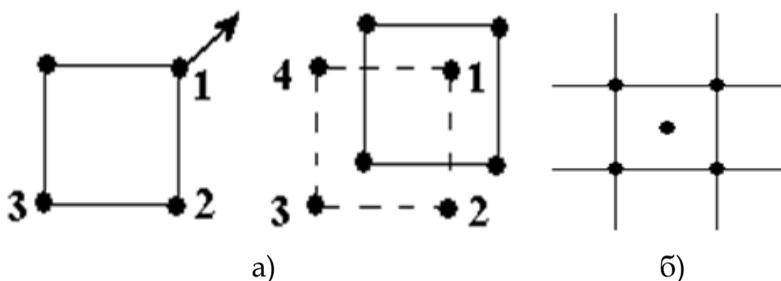

Рис. 29. Определение числа атомов в ячейке:
Например: 1) найти число атомов в простой плоской квадратной ячейке методом сдвига (рис. 29а). Если ячейку сдвинуть по диагонали в направлении стрелки, то атом 1 войдет в ячейку, а атомы 2, 3, 4 – выйдут. Значит, ячейка содержит один атом:  $N = 1$ ;
2) найти число атомов в центрированной плоской квадратной ячейке методом расчета (рис. 29б).